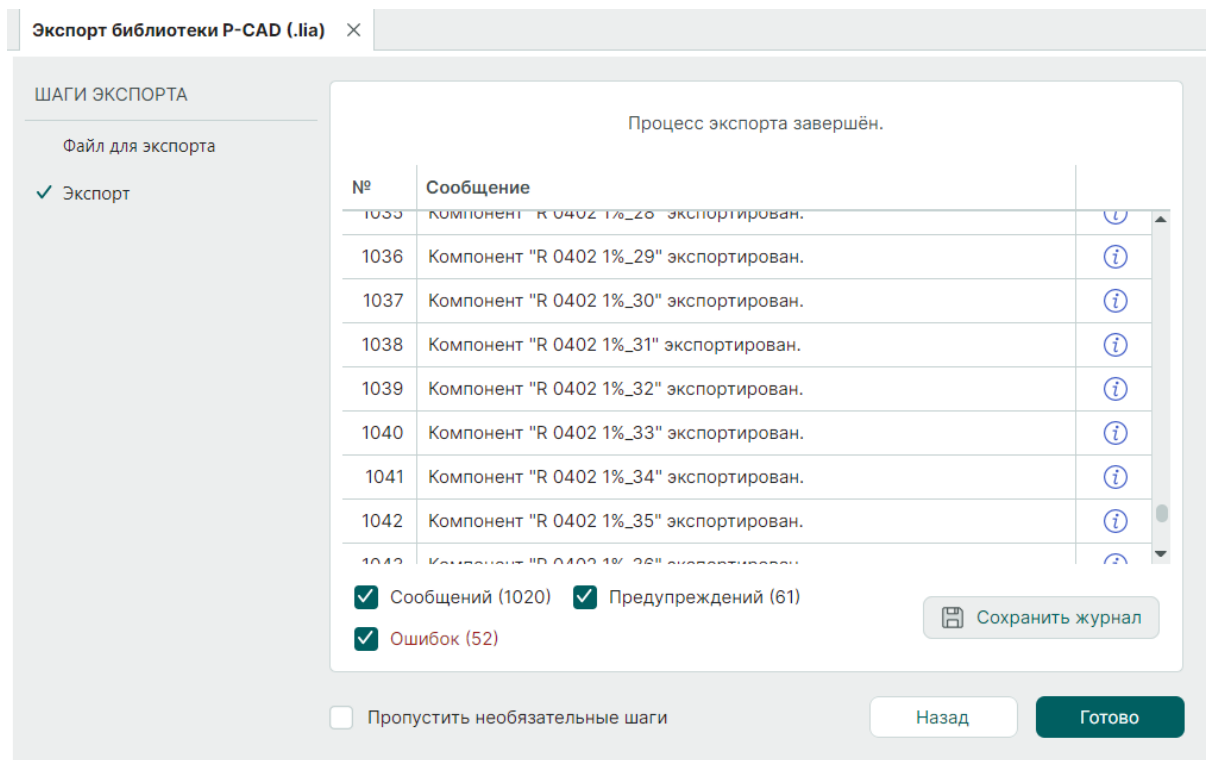

Рис. 27 Список сообщений после завершения экспорта
4. После завершения процесса экспорта отображается список сообщений, см. Рис. 27.